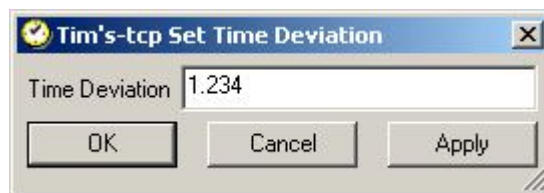

Рисунок 43
8.8.5 Выберите в ПО PSCSV™ Connection > Configure > Set Time Deviation для получения доступа к диалоговому окну Time Deviation, рисунок 43.